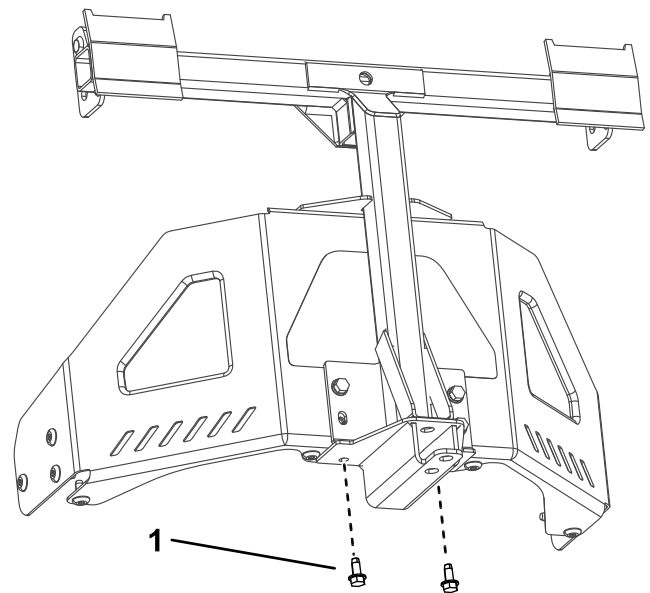

Figura 9
- Sujete el bastidor de giro a la parte inferior del bastidor de la máquina usando 2 tornillos autorroscantes (5/16" x 3/4"), como se muestra en la Figura 9.